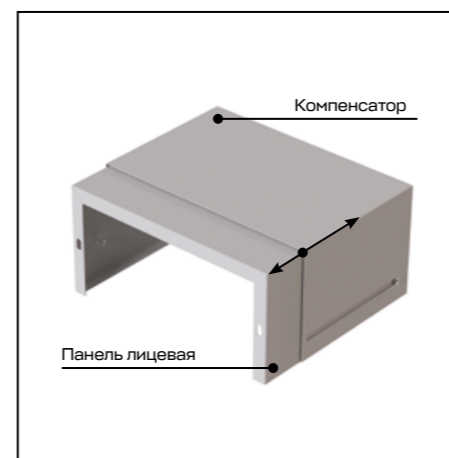
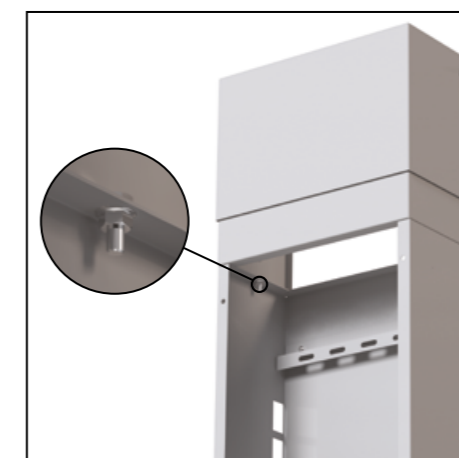

Рис. 39
Рис. 40
2.7. Установить цоколь верхний с компенсатором (5.1) на короб верхний КЭТ/КСС (4.1). Закрепить цоколь верхний с компенсатором (5.1) с помощью двух болтов М6×14, и гайки М6 с фланцем, как показано на рис. 40. Компенсатор должен свободно перемещаться вдоль панели лицевой (рис. 39).